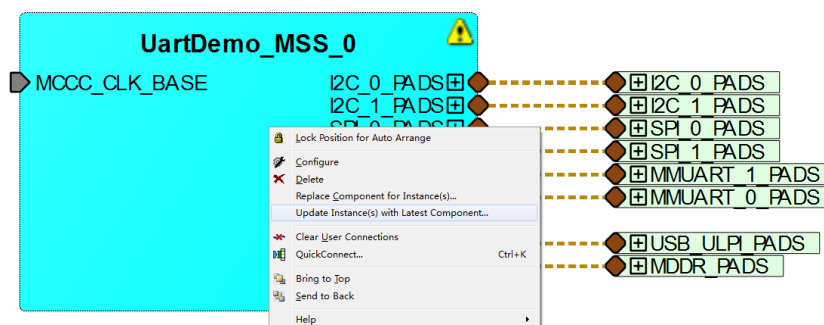
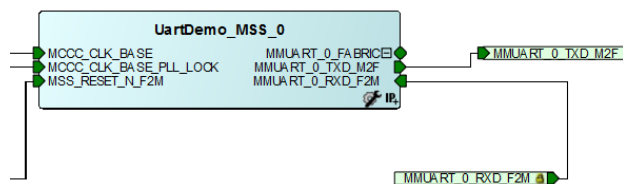

图 6.10 更新 MSS (1)
图 6.11 更新 MSS (2)
- (5) 配置完成后，点击  保存文件；
- (6) 回到主界面，会发现“UartDemo_MSS_0”模块上有一个感叹号，表示 MSS 模块已被更新，右击模块，在弹出的菜单上选择“Update Instance(s) with Latest Component...”，如图 6.10 所示，配置完成后，效果如图 6.11 所示；